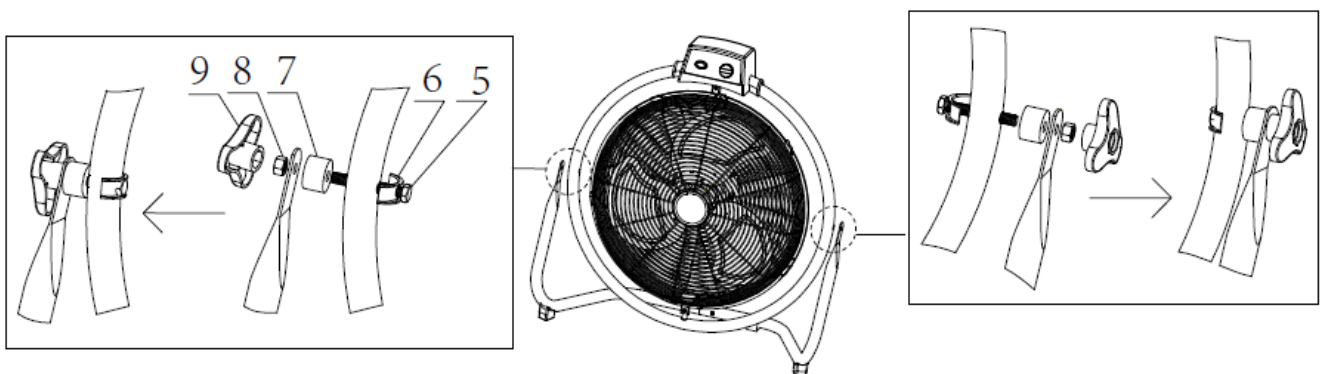

Fig. 2
Encuentre el agujero del tornillo en el lado izquierdo del marco circular. Fije el marco circular y el soporte lateral izquierdo con el tornillo largo (5), el estátor tipo U (6), la pieza amortiguadora (7) y la tuerca (8). La tuerca puede enroscarse con facilidad usando la perilla (9). Siga los pasos de la instalación en el orden mostrado en la imagen 2.